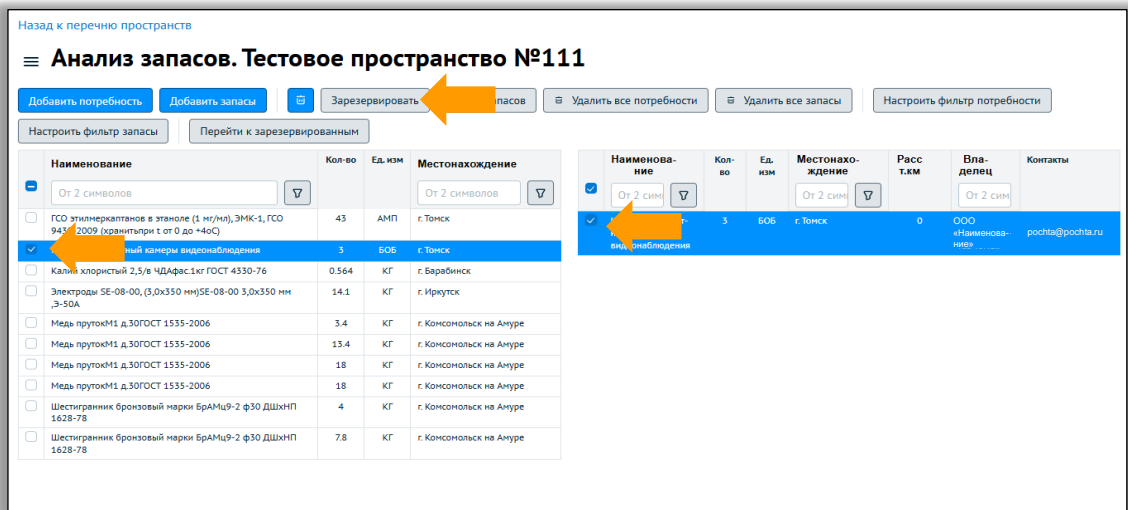

Рисунок 20 – Резервирование
- В появившейся таблице выберите подходящий запас, установив галочку и нажмите кнопку «Зарезервировать» (рисунок 20)